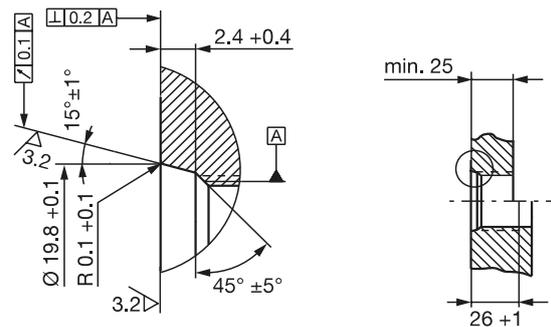

Fig. 4-3: Trou de vissage M18x1.5 selon ISO 6149, joint torique 15.4x2.1
- ▶ Préparer le trou de fixation avec filetage (lamage pour joint torique, le cas échéant) selon la figure 4-3.